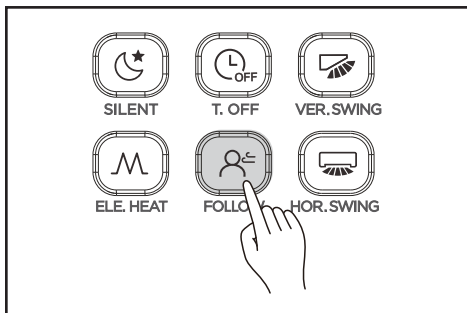

Figura 3.16
1. Com a unidade no modo Cool (Frio), Heat (Quente) ou Auto (Automático), pressione  para iniciar a função siga-me. A tela exibirá o ícone (consulte a Figura 3.16);